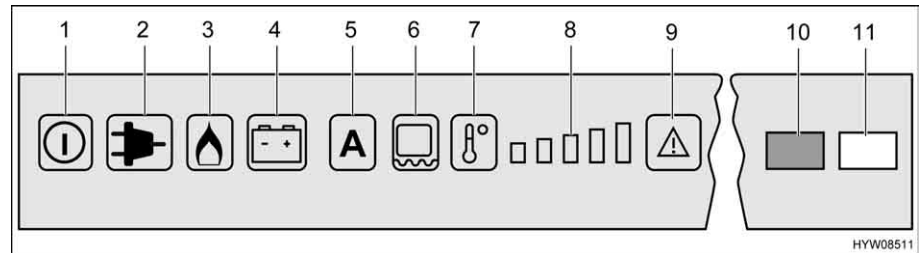

Fig. 229 Elementos de mando para el frigorífico (Dometic RMD)
Si está ajustado el modo de funcionamiento "AES", no está conectada **nin-guna** alimentación de 230 V y el motor del vehículo está **desconectado**, el AES seleccionará el suministro de gas. Al seleccionar el suministro de gas se abre automáticamente el seguro de encendido, de forma que puede fluir gas hacia el quemador. Simultáneamente se conecta el encendedor electrónico. Si se apaga la llama de gas, p. ej. debido a un golpe de viento, el encendedor se activa inmediatamente y enciende de nuevo el gas. En caso de avería en el funcionamiento a gas, los botones luminosos "Gas" (Fig. 229,3) y "Avería" (Fig. 229,9) estarán parpadeando. La luz de control "Avería" (Fig. 229,10) estará encendida, y sonará una alarma acústica durante 20 segundos.
Una vez conectado, el frigorífico selecciona automáticamente el ajuste medio del termostato. Este ajuste puede modificarse manualmente con la tecla de selección de grados de temperatura (Fig. 229,7). Las luces de control (Fig. 229,8) indican el ajuste seleccionado del termostato. Con la tecla de selección de grados de temperatura se ajusta la temperatura de refrigeración para los tres tipos de energía. Pasan algunas horas hasta que el frigorífico alcanza la temperatura de servicio normal. Al conmutar el modo de funcionamiento se mantiene el ajuste del termostato. La temperatura de refrigeración se mantiene independientemente del tipo de energía.
- Conectar la calefacción de marco por un período de 2 horas: Pulsar la tecla (Fig. 229,6) una vez. Estará encendida una barra de la visualización de niveles de temperatura (Fig. 229,8).
- Conectar la calefacción de marco por un período de 5 horas: Pulsar la tecla (Fig. 229,6) dos veces. Estarán encendidas dos barras de la visualización de niveles de temperatura (Fig. 229,8).
- Ajustar la calefacción de marco en funcionamiento continuo: Pulsar la tecla (Fig. 229,6) tres veces. Estarán encendidas tres barras de la visualización de niveles de temperatura (Fig. 229,8).
La visualización de niveles de temperatura (Fig. 229,8) visualizará el tiempo de funcionamiento de la calefacción de marco por algunos segundos.
En caso de alta temperatura exterior y un gran índice de humedad atmosférica, se pueden formar gotas de agua en el marco metálico del compartimento congelador. Por este motivo, el frigorífico está equipado con una calefacción de marco en el compartimento congelador. En caso de altas temperaturas y un índice alto de humedad atmosférica, conectar la calefacción de marco con la tecla (Fig. 229,6). De esta manera se evita la corrosión. Si está conectada la calefacción de marco, estará encendido el botón luminoso (Fig. 229,6).
- Pulsar la tecla On/Off (Fig. 229,1) por aprox. 2 segundos. El frigorífico se conectará, se visualizará el tipo de energía ajustado más recientemente o "AES".
- Ajustar la temperatura de refrigeración con la tecla de selección de grados de temperatura (Fig. 229,7). Las luces de control (Fig. 229,8) indican el ajuste seleccionado del termostato.
- Pulsar la tecla On/Off (Fig. 229,1) por aprox. 2 segundos. El frigorífico se desconectará, ya no estará encendido ningún visualizador.